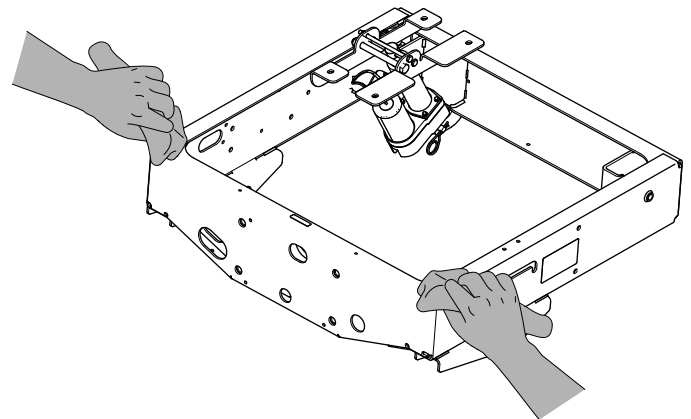

Figura 14
1. Limpie las 2 zonas del bastidor (Figura 14) para que el adhesivo de las almohadillas de espuma se adhiera correctamente al bastidor.